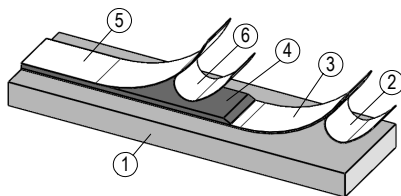

Abb. 5: Montage Magnetband
**Montage (Abb. 5):**
1. Befestigungsfläche ① sorgfältig reinigen.
2. Schutzfolie ② des Klebebandes ③ entfernen.
3. Magnetband ④ aufkleben.
5. Schutzfolie ⑥ des Abdeckbandes ⑤ entfernen.